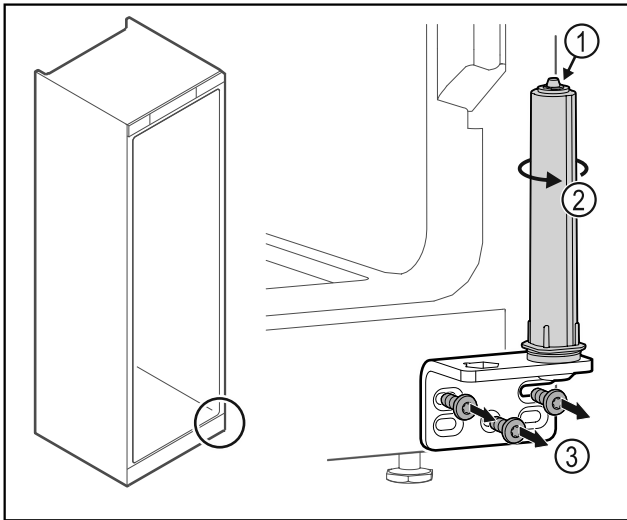

Fig. 18
► Ne szedje szét az ajtó zárrendszert Fig. 18 (1).
- ▶ Forgassa el a zárrendszert Fig. 18 (2), amíg az be nem kattann.
- ▶ Csavarozza le a csuklópántot Fig. 18 (3).